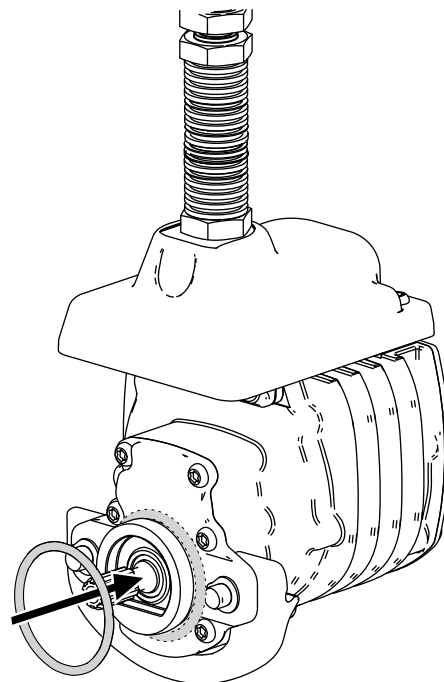

Figure 9
3. Montez un joint torique sur chaque moteur de cylindre, comme montré à la Figure 9.